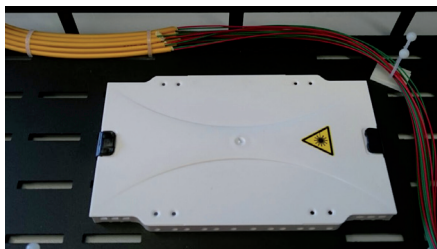

imagen 12 / figure 12
Deberá guiarse por la indicación anterior (1) , con la única diferencia de que cuando acceda con diferentes mangueras de fibra, deberá sujetar todas de forma conjunta al cuerpo de la bandeja (imagen 12).
*Repeat the prior instructions making sure that the different fiber cables are tied together, to the body of the tray (figure 12).*